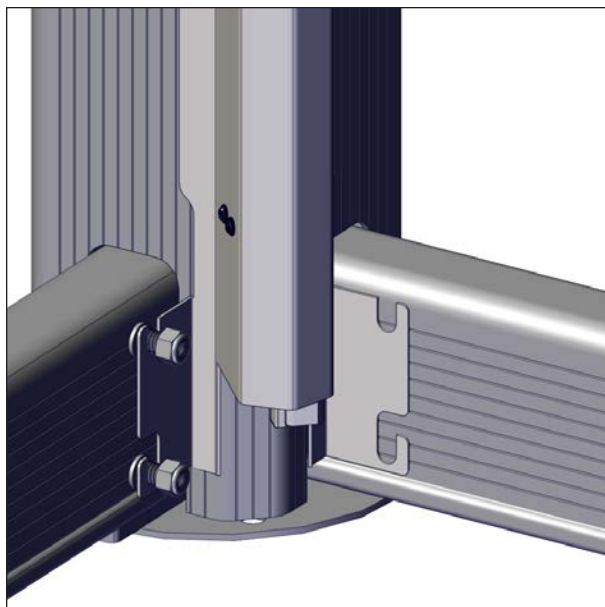

FIGURE 36: INSÉRER LES FENTES SUR LES VIS
9. Insérer les fentes au bas du protège-fil sur les vis desserrées, voir Figure 36.